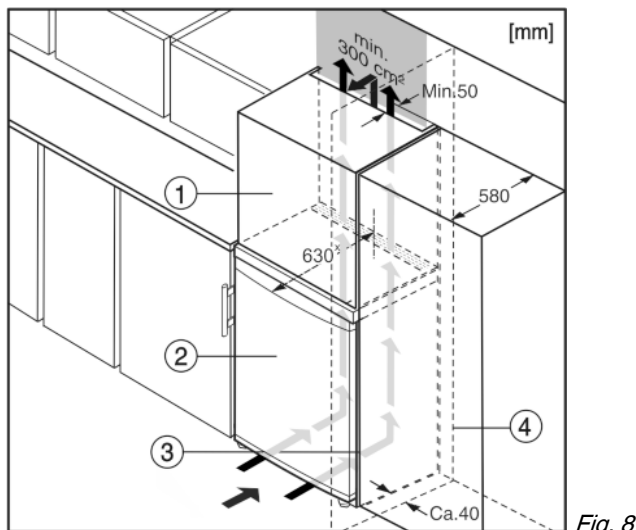

Fig. 8
- (1) Opbouwkast (3) Keukenkast
(2) Apparaat (4) Wand
Het apparaat kan in keukenkasten worden ingebouwd. Om het apparaat Fig. 8 (2) aan de hoogte van het keukenblok aan te passen, kan boven het apparaat een opzetkast Fig. 8 (1) worden aangebracht.
Bij een ombouw met keukenkasten (diepte max. 580 mm) kan het apparaat direct naast de keukenkast Fig. 8 (3) worden geplaatst. Het apparaat steekt aan de zijkant 34 mm* en in het midden 50 mm* uit ten opzichte van het keukenkastfront.
Plaats u het apparaat met de scharnierkant naast een muur Fig. 8 (4), dan moet de afstand tussen apparaat en muur minstens 40 mm bedragen. Dit in verband met het uitsteken van de deurgreep bij een geopende deur.